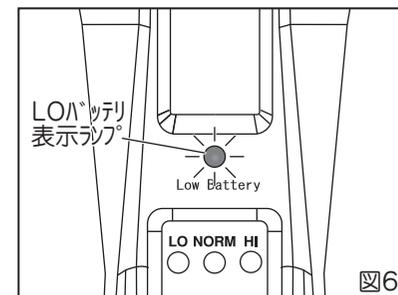

図6
- ①LOバッテリーLEDが"※"点灯したら新品の電池と交換する。(図6)